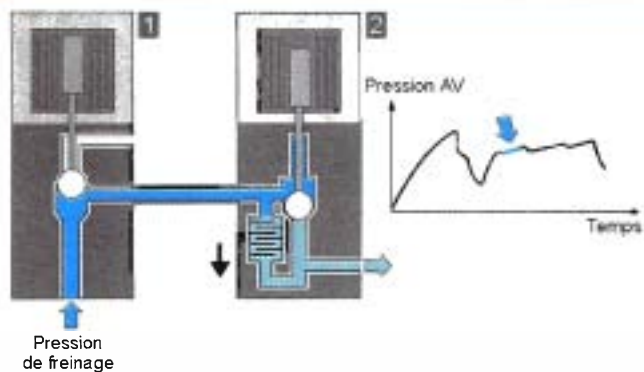

Figure 12.25 • Admission lente.
● **Freinage progressif** (admission lente). L'adhérence de la roue n'est pas assurée totalement : l'électrovanne ② est excitée. La montée en pression dans les récepteurs est ralentie par le passage du liquide dans les chicanes (figure 12.25).